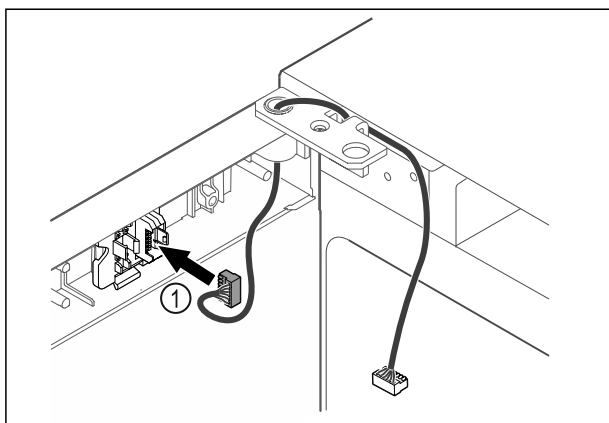

Fig. 58
- ▶ Inserire il connettore Fig. 58 (1) nel supporto connettori.